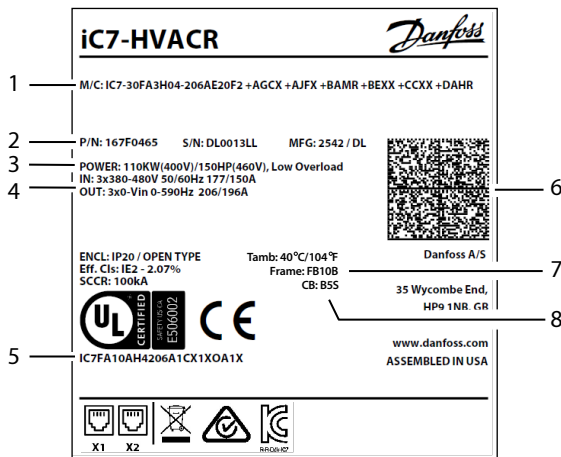

Figura 1: Esempio di etichetta del prodotto per il convertitore di frequenza FA10b
1. Identificare le sigle del frame e della scheda di controllo. Vedere la figura 1.